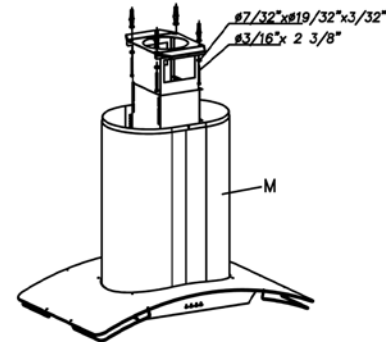

Fig. 6
• Introduire les tubes extérieurs (M) et fixer la structure au plafond (Fig. 6).